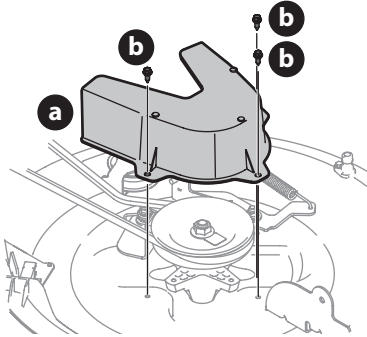
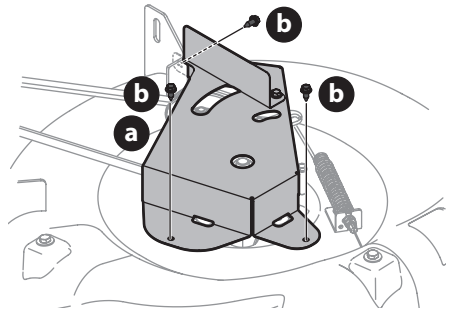

Figure 34
Figure 35
5. Enlevez le couvre-courroie (a) en retirant les trois boulons hex (b) qui le retiennent Figure 34 pour plateau de coupe de 30" et Figure 35 pour plateau de coupe de 24".